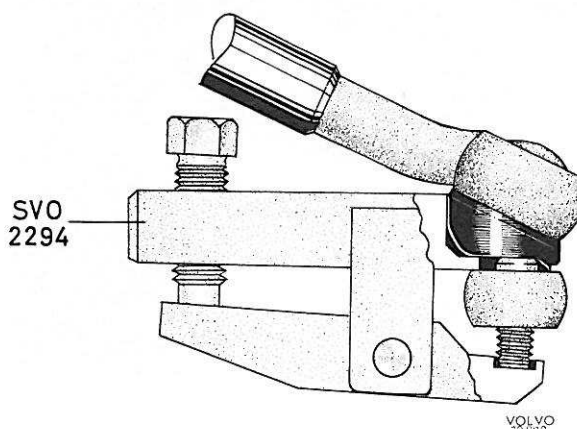

Figure 12. Démontage des barres de direction
3. Enlever les écrous inférieurs des fixations du moteur. Démontez les barres de direction du levier de commande de direction et du bras intermédiaire en se servant de l'extracteur SVO 2294, voir figure 12.